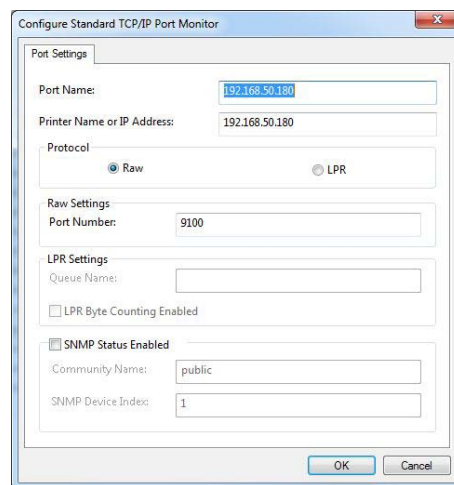

Abbildung 66: Benutzerdefinierte Einstellung des Druckeranschlusses
- Geben Sie bei "Portnummer" dieselbe Nummer ein, die auch im Drucker eingestellt ist. Stellen Sie das Protokoll auf "RAW" Dann klicken Sie auf "OK". (Siehe Abbildung 66. Diese Abbildung zeigt nur eine Beispielhafte IP Adresse. Stellen Sie sicher dass Sie die richtige IP Adresse ihres Druckers eingeben).